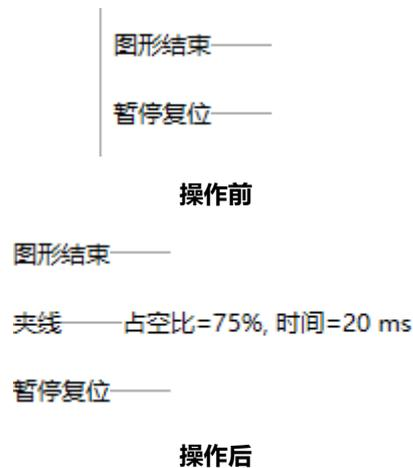

图 5.10.13a 缝纫起点指令集操作示意
③添加完所有指令之后，如果有需要删改的，改变参数只需双击指令段即可弹出参数设置框。需要删除指令，只需选中指令段，点击删除按键即可。需要移动指令段，只需选中指令后，点击“↑”“↓”按键即可对指令段进行向上/下移动。
④最后点击确认，此默认指令集即会被保存，在点击指令处理之后，在缝纫头(1号头)图形结束的位置会默认加入这些指令。操作示意如下图 5.10.13a 所示。